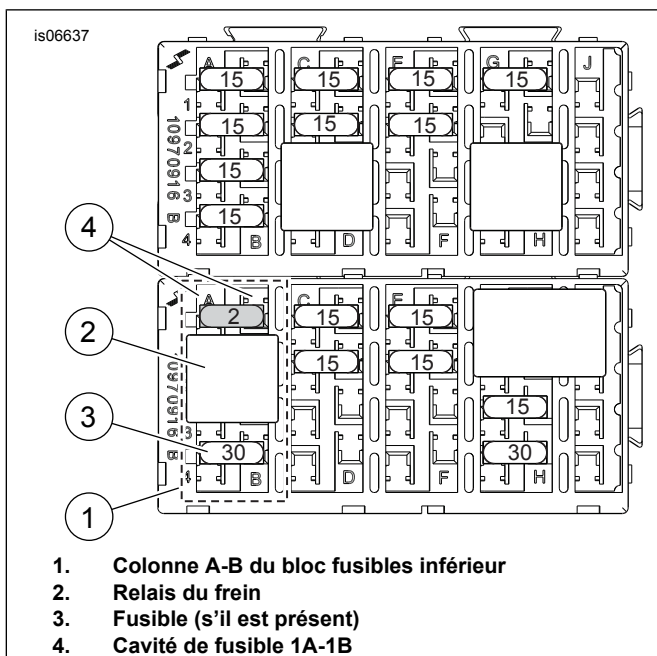

Figure 14. Cavité de fusible d'allumage P&A (modèles Touring à partir de 2008)
- Voir Figure 14. Rechercher la cavité de fusible 1A-1B (marquée « P&A IGN », « 2A MAX » sur le couvercle) sur le bloc fusibles inférieur (1). Retirer le relais de frein (2) et le fusible (3, s'il est présent) actuellement installés dans la colonne A-B, en relevant leur emplacement.